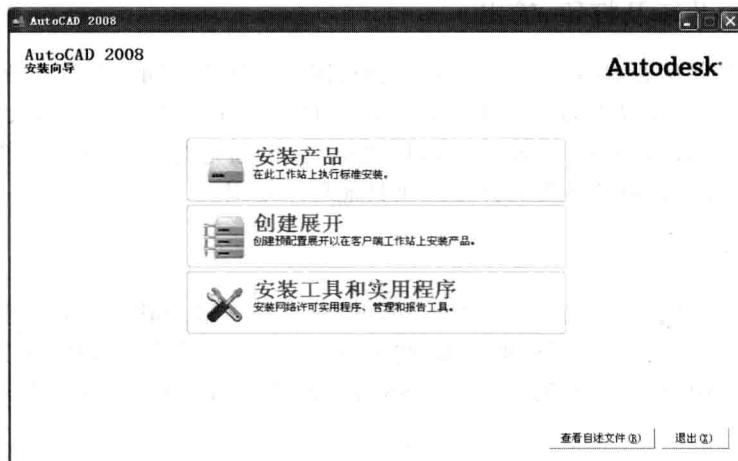
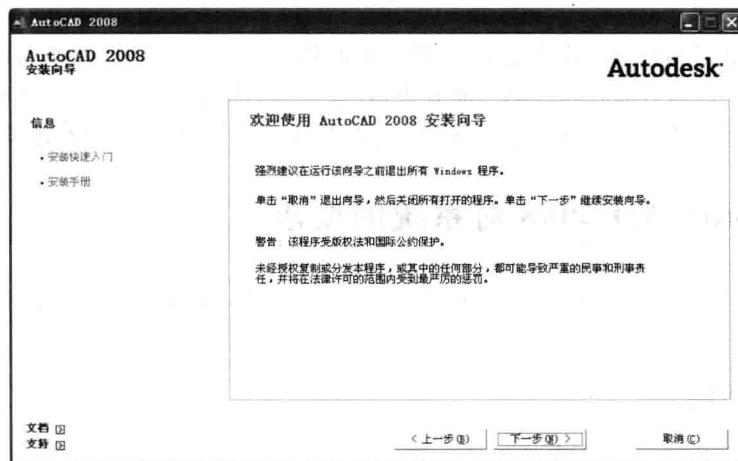

图 1-1 启动安装程序
图 1-2 “欢迎使用 AutoCAD 2008 安装向导”窗口
(1) 双击 AutoCAD 2008 安装盘中的 Setup.exe 安装程序，显示安装向导窗口，如图 1-1 所示。单击“安装产品”标签，显示“欢迎使用 AutoCAD 2008 安装向导”窗口，如图 1-2 所示。